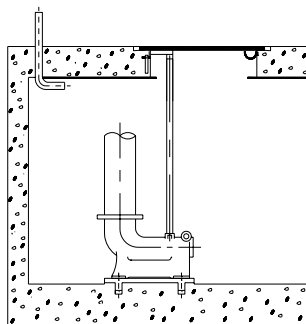

Fig. 5
3.4. Instalação do QDC (Fig. 5)